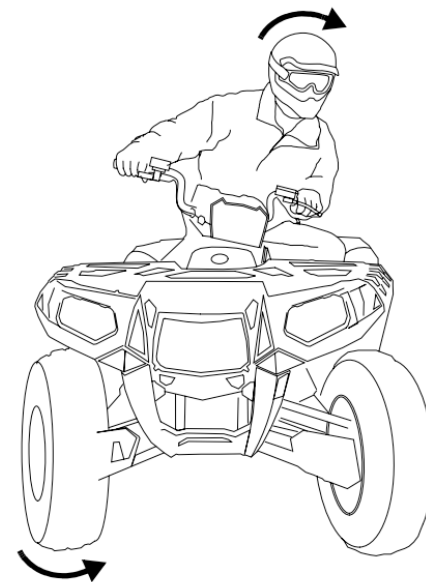

Рисунок 3.1 Поворот на квадроцикле.
- По мере этого переносите вес тела, опираясь на внешнюю подножку (в направлении, противоположном направлению поворота), при этом верхняя часть тела должна стремиться к центру окружности поворота (рис. 3.1).